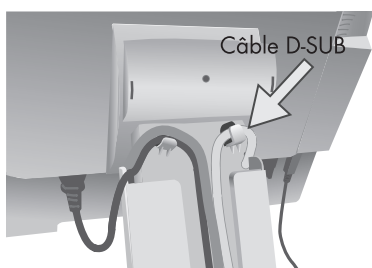

Figure 8
9. Tenez les câbles fermement et placez la gaine de câble sur le support (Figure 8). Pour enlever la gaine de câble, soulevez le gaine tel qu'indiqué à la (Figure 9).